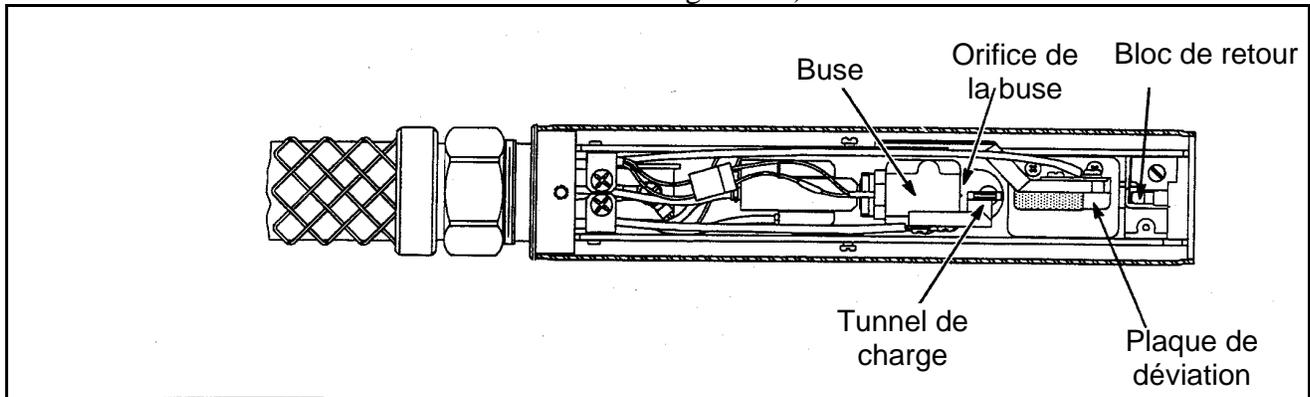

Figure 6-6. Identification des composants de la tête d'impression
5. Inspectez soigneusement la tête d'impression en recherchant les particules et le dépôt d'encre accumulé dans l'orifice de la buse (situé à l'avant de la buse), le tunnel de charge, la plaque de déviation et le bloc de retour (repérez l'emplacement de tous ces composants dans la Figure 6-6).